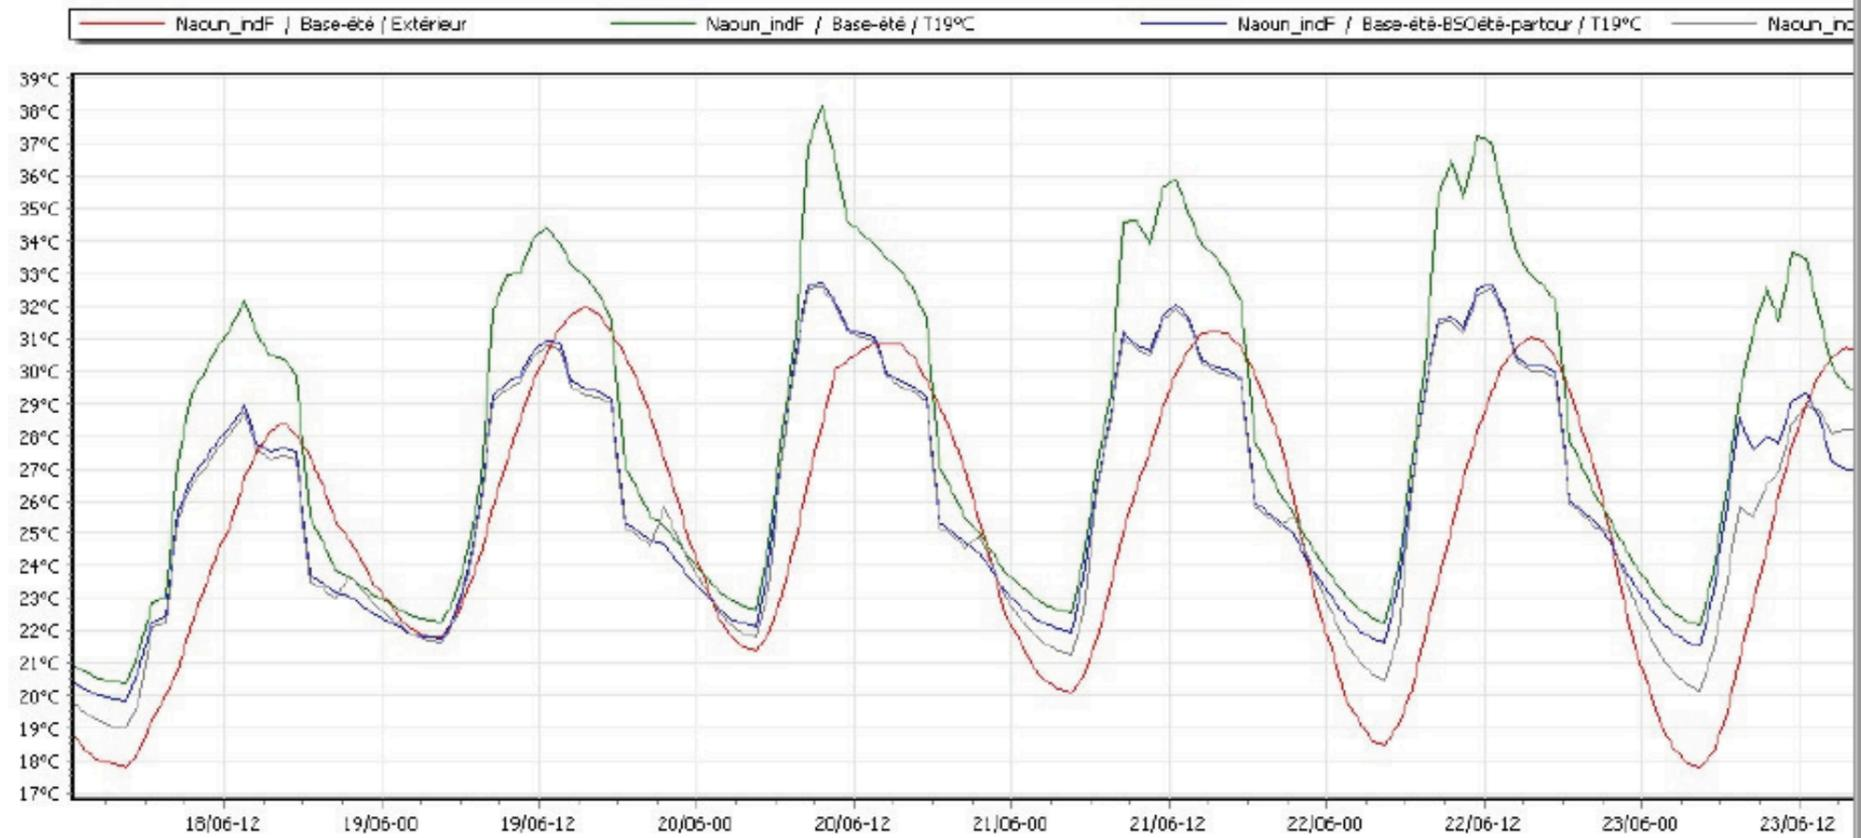

Figure 7 : Température pour une semaine chaude,
- Une ventilation nocturne contribue à réduire les températures intérieures, si la température extérieure nocturne baisse de manière à créer une différence de température avec l'intérieur. (figure 7)